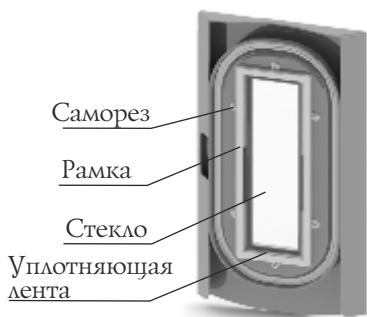

Рисунок 17. Дверца печи
1. Открутите 6 саморезов, крепящих рамку (рисунок 17).